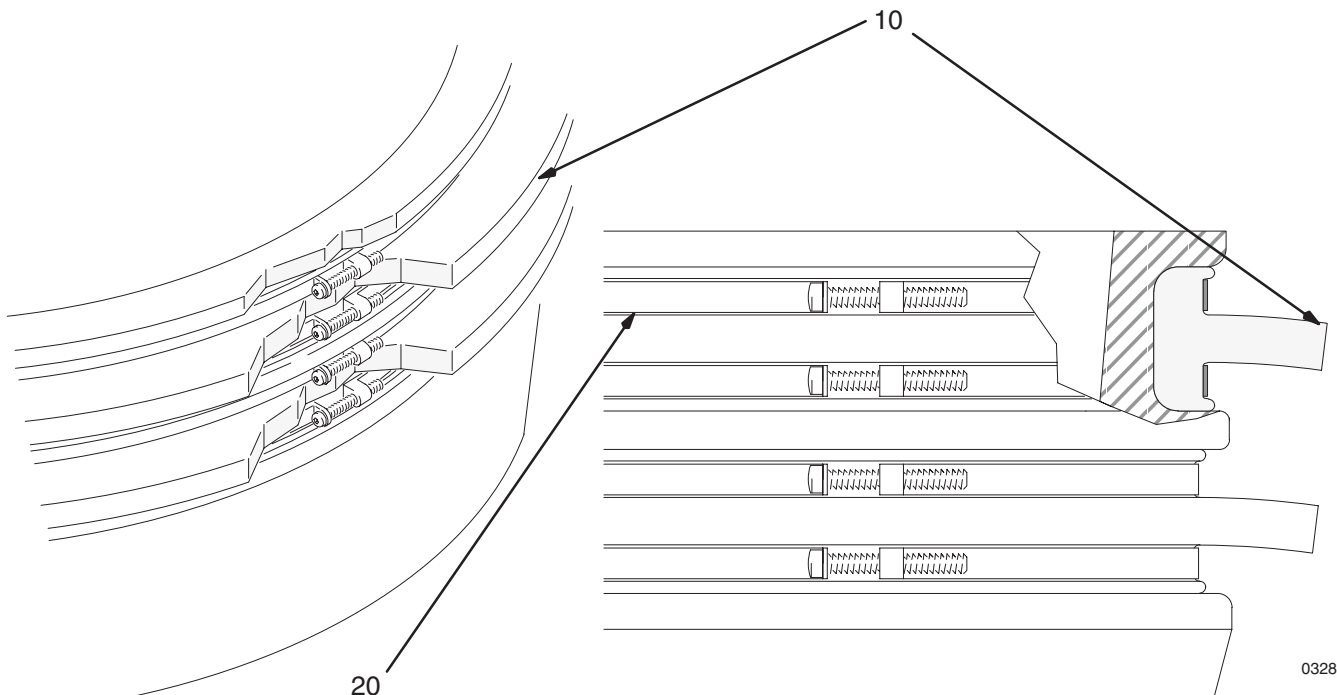

Abb. 1
1. Den oberen Abstreifring über die Platten ziehen. Den ersten Abstreifring (10) wie in Abb. 1 gezeigt nach unten zur oberen Rille des Ringes rollen.
2. Das erste obere Band (20) über den Abstreifring geben und in die obere Rille des Abstreifrings setzen.